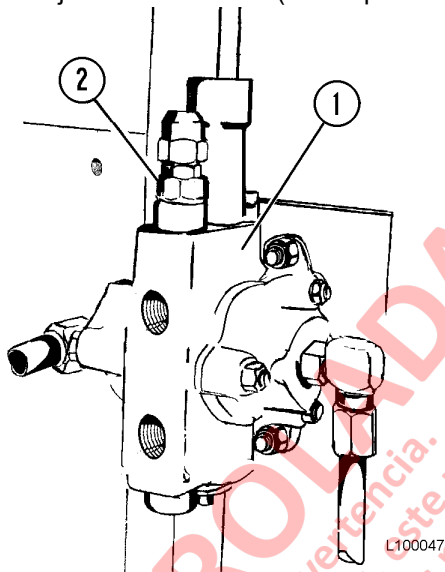

FIGURA 10-14. VÁLVULA DE ALIVIO DE DESCENSO
- a. Retire la tapa de la válvula de alivio de descenso (2, Figura 10-14).